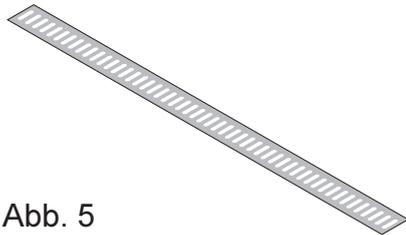

Abb. 5
- Abschlußblech Abb. 5 mit Lüftungsschlitzen auflegen